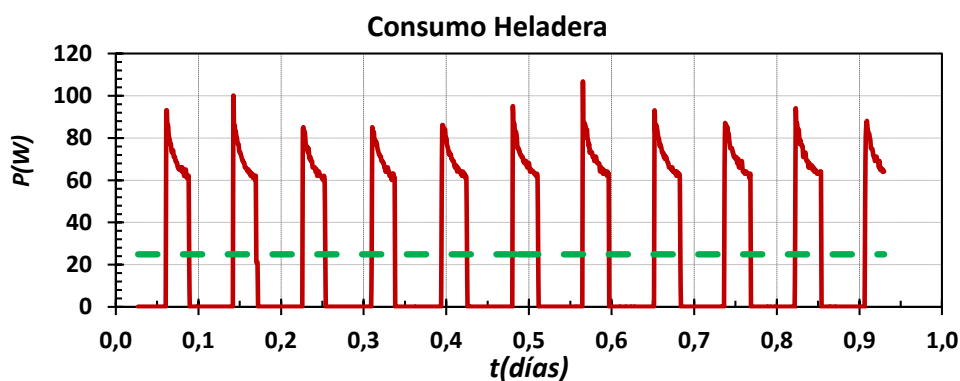

Figura 2. Variación en el tiempo del consumo de una heladera convencional, línea roja. La línea de trazos verde es el valor medio del consumo de esta heladera.
- b) Para algunos artefactos es suficiente medir la potencia (W), por ejemplo, lámparas, TV, Radio, Aire Acondicionado (AA), calefactor eléctrico, etc. Se registra este consumo (Potencia en Watt) y se registra el tiempo promedio en horas por día de uso del equipo en cuestión. Se registra asimismo el número de días al año que en promedio se usa el artefacto al año. Con esto datos se obtiene una estimación de su consumo anual.
- c) Para otros equipos, es necesario medir el consumo de energía (en Wh), durante un ciclo de funcionamiento, por ejemplo, heladeras, lavarropa o secarropa, termotanque eléctrico, etc. Esto se debe a que estos equipos no tienen un funcionamiento constante. Por ejemplo, una heladera, funciona de modo intermitente, se enciende u se apaga periódicamente como ilustra la Figura 2. Por lo tanto, para conocer su consumo, es necesario medir el equipo por todo un día al menos, de modo de registrar su consumo promedio diario. A la noche registra en general un consumo menor, porque en general las noches son más frescas que los días y además la puerta de la heladera no se abre no se introducen alimentos a temperatura ambiente. Así, al medir por un día completo, se tiene un consumo más repetitivo del equipo. Luego, se
En este anexo discutimos algunas ideas para poder realizar una determinación adecuada de equipos que no tienen un consumo (potencia de consumo) constante, como ilustra la Figura 2, para el caso de heladeras. [9]